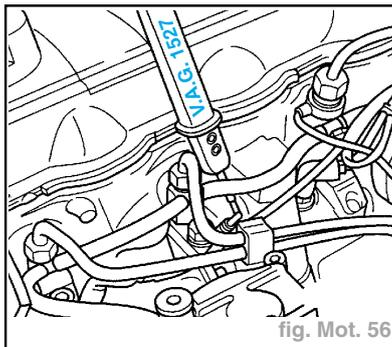

fig. Mot. 56
- Faites successivement entrer en contact la pointe de contrôle de la lampe avec chaque bougie de préchauffage (fig. Mot. 56).